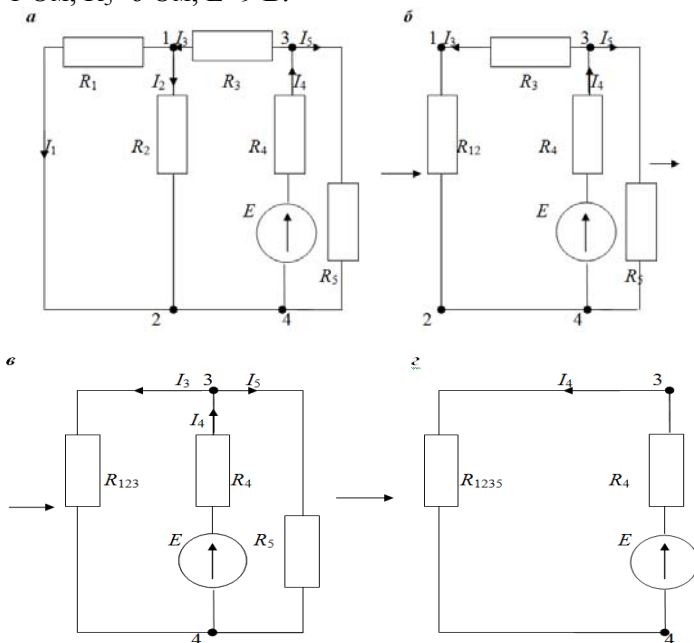

Рис. 5. Эквивалентирование простой цепи постоянного тока
**Пример 2.** Определить постоянные токи во всех сопротивлениях электрической схемы (рис.5). Параметры цепи:  $R_1=R_2=4$  Ом,  $R_3=R_4=1$  Ом,  $R_5=6$  Ом,  $E=9$  В.
2. Преобразуем поэтапно исходную схему в одноконтурную схему. Последовательность преобразований наглядно представлена на рис.5, где, исходя из рис.5, б:
$$R_{12} = \frac{R_1 \cdot R_2}{R_1 + R_2} = \frac{4 \cdot 4}{4 + 4} = 2 \text{ Ом}; \quad \text{из рис.5, в:}$$
$$R_{123} = R_{12} + R_3 = 2 + 1 = 3 \text{ Ом}; \quad \text{из рис.5, г:}$$
3. Определим ток  $I_4$  и напряжение  $U_{34}$  на участке 3-4 для одноконтурной схемы (рис.5, г).
4. Определим токи  $I_3$  и  $I_5$  (рис.5, в).
5. Определим напряжение  $U_{12}$  на сопротивлении  $R_{12}$  и токи  $I_1, I_2$ , (рис.5, б).
Проверим полученные результаты с помощью первого закона Кирхгофа. Для узла 3 (рис.5, а) имеем: